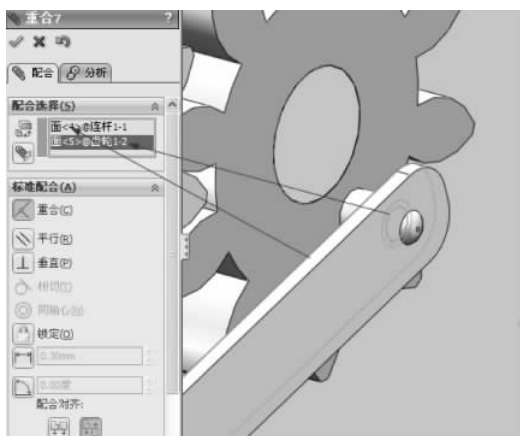

图 3-89 重合配合
(3) 继续进行添加配合操作,在【标准配合】选项组下选择【重合】配合类型,在【配合选择】选项组下的选择框中选择连杆内侧面和右侧齿轮凸台端面,如图 3-89 所示,单击【确定】按钮,完成重合的配合。